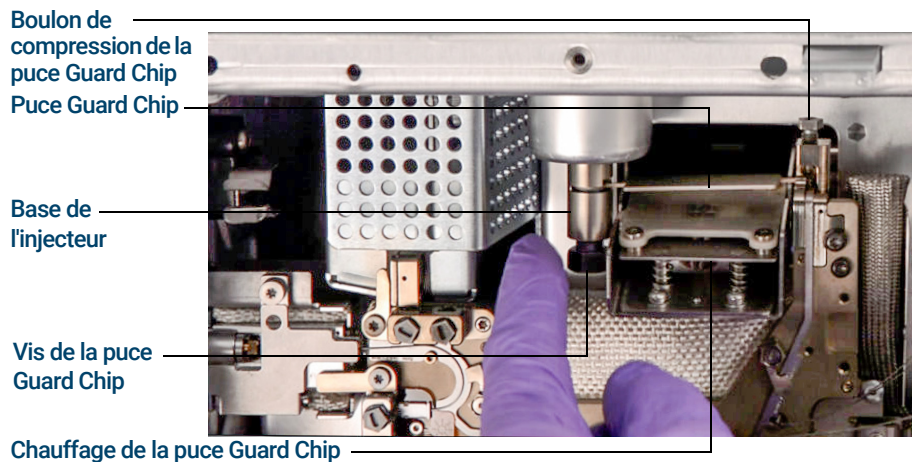

Figure 12. Puce Guard Chip et pièces associées
- 9 Sortir la plaque d'accès du boulon de compression pour permettre au générateur de couple d'avoir accès au boulon de compression de la puce de protection. (Voir **Figure 12** page 71.)